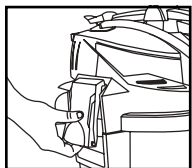

FIGURE 1
1. Tirez les loquets du couvercle du bas, levez le bas des loquets et abaissez-les au côté du réservoir.. **FIGURE 1.**